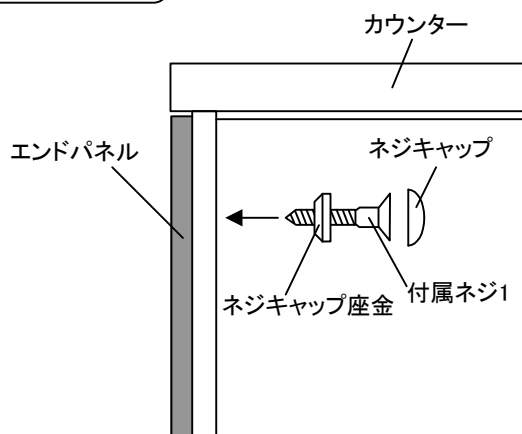

図9
- (3)エンドパネルを後壁に押し当て、側板の6ヶ所よりネジキャップ座金を介して付属ネジ1で固定してください。(図9参照)
- (4)固定したネジ頭にネジキャップを装着してください。(図9参照)